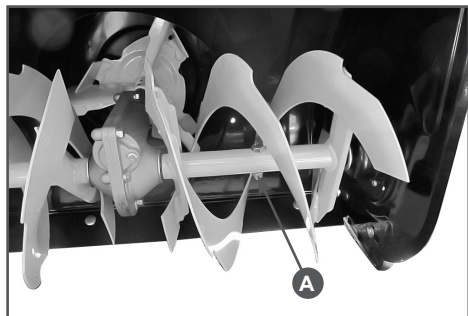

Рис.9 Замена срезного пальца шнека (А)
2. Совместите отверстие в шнеке с отверстием в вале шнека. Вставьте новый срезной палец и закрутите гайку или (в зависимости от конструкции) установите шплинт Рис. 9.